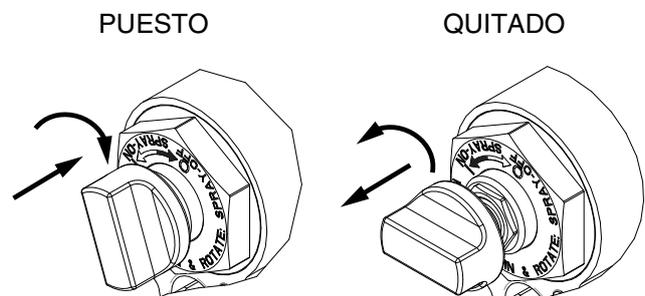

FIG. 6 Bloqueo de seguridad del pistón
- Ponga el bloqueo de seguridad del pistón. Consulte la FIG. 6.
Presione la perilla y gírela en el sentido de las agujas del reloj. Si está puesta, la pistola no funcionará. Consulte la FIG. 6.
Presione la perilla hacia dentro y gírela en sentido contrario a las agujas del reloj hasta que salte. Habrá una separación entre la perilla y el cuerpo de la pistola. Consulte la FIG. 6.
1. Ponga el bloqueo de seguridad del pistón. Consulte la FIG. 6.
1. Ponga el bloqueo de seguridad del pistón (G). Consulte la FIG. 6.